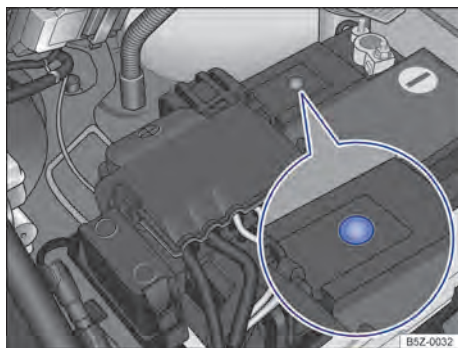

Fig. 159 No compartimento do motor: exemplo de posição do visor no lado superior da bateria do veículo.
- O visor redondo → Fig. 159 na parte superior da bateria do veículo muda de cor conforme o nível do eletrólito.